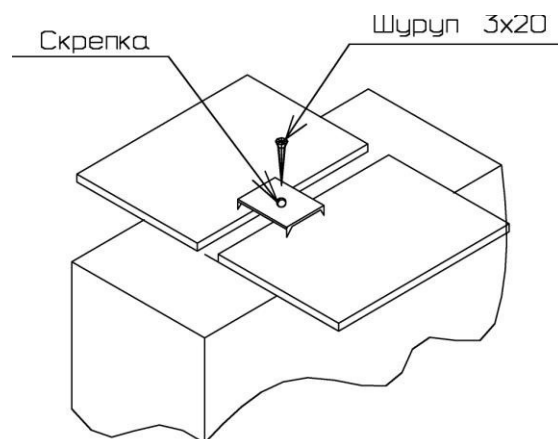
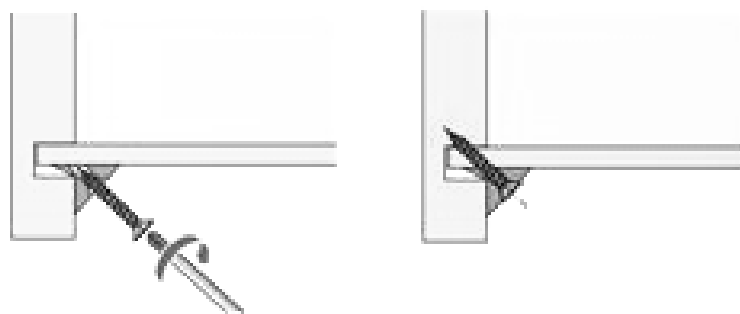

Рис. 2
Рис. 3
1. Присоединить к перегородке (21) горизонтальные щиты (22) так, чтобы дюбели и шканты вошли в предназначенные для них отверстия. Присоединить планку верхнюю переднюю (23) и заднюю (24) к перегородке (21) с помощью конфирмат-винтов. К получившейся конструкции с правой и левой стороны присоединить боковые стенки (3) и (4) с помощью эксцентриковых стяжек. К боковым стенкам (3), (4) и перегородке (21) присоединить нижний щит (19) с помощью эксцентриковых стяжек и конфирмат-винтов. Установить задние стенки так, чтобы они вошли в пазы боковых стенок и нижнего щита. Присоединить верхний щит (20) таким образом, чтобы дюбели и шканты вошли в отверстия боковых стенок (3), (4), задние стенки при этом должны войти в паз верхнего щита. Затянуть эксцентрики, повернув их на 180 градусов (см. схему сборки).
2. Собранный корпус проверить на прямоугольность, сравнивая диагонали (их длины должны быть равны). Закрепить задние стенки в месте стыка на перегородке с помощью шурупов 3x20мм и скрепок (рис.2 и рис.6). Установить мебельные уголки, закрепив их комплектными шурупами (рис.3 и рис.6).
3. Закрепить планку верхнюю переднюю (23) к верхнему щиту (20) саморезами 3,5x25мм.